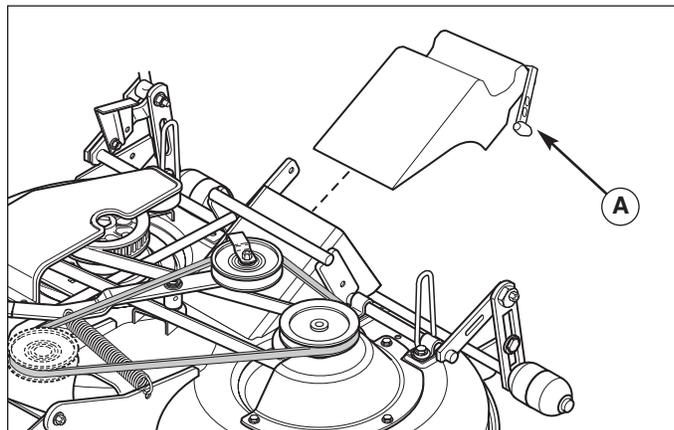

Figure 6. Bouchon de mulch
4. Insérer le bouchon dans la décharge de la plate-forme. L'attacher avec la bande en caoutchouc (A, Figure 6).